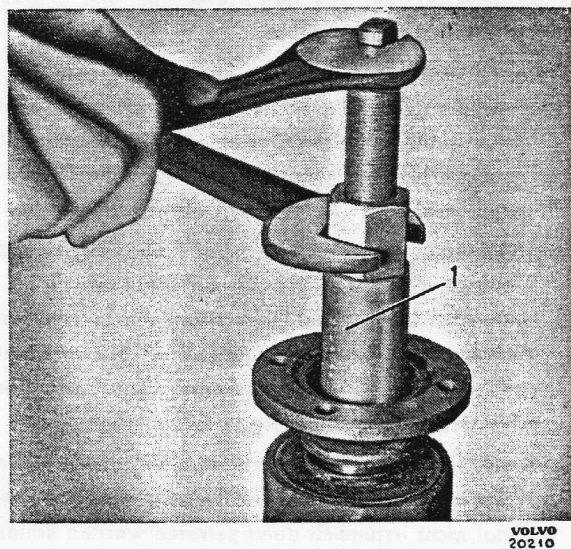

Bild 5-8. Antriebsflansch aufziehen
4. Flansch mit einem SVO-Werkzeug aufpressen, siehe Bild 5-8.
8. Metallscheibe (19) und Radialdichtring (20) mit Dichtung einbauen. Radialdichtring mit Aufziehvorrichtung SVO 4049 bzw. 2304 und Halter SVO 4061 einpressen, siehe Bild 5-7. Antriebsflansch mit Hilfe des Presswerkzeuges aufziehen, siehe Bild 5-8. Scheibe (24. Bild 5-55) unterlegen und Mutter mit entsprechendem Drehmoment, siehe "Techn. Daten", anziehen.